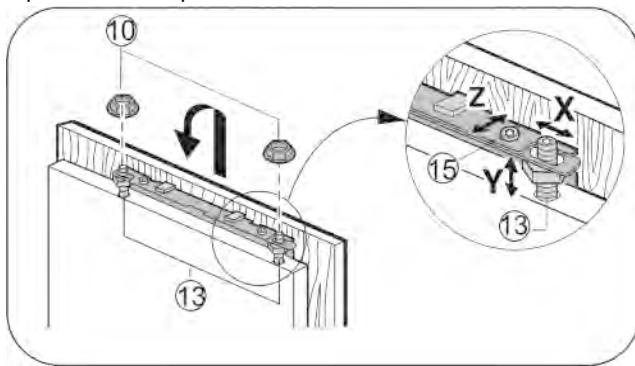

Fig. 27
- Навесьте мебельную дверцу на регулировочные болты Fig. 27 (13) и контргайки Fig. 27 (10) накрутите на регулировочные болты, не затягивая.
- Выравнивание мебельной двери по высоте Y и боковому наклону: с помощью отвертки установите положение регулировочными болтами Fig. 27 (13).
- Затяните контргайки Fig. 27 (10).